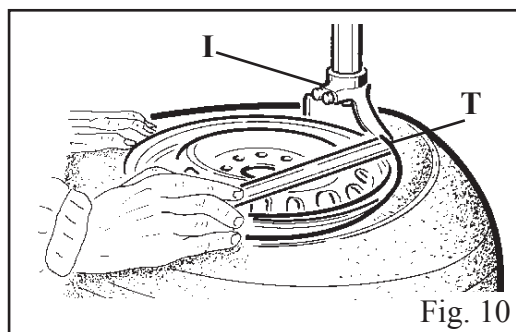

Fig. 10
- Abbassare il braccio operante (M) sino ad appoggiare l'utensile integrale (I) sul bordo del cerchio e bloccarlo con la leva (K). In questo modo abbiamo bloccato il braccio in senso verticale e spostato la torretta di circa 2 mm. dal cerchio **N.B:** per il 112 F - 112 F GT, una volta bloccato il braccio in senso verticale occorre allontanare manualmente la torretta dal cerchio (circa 2 mm.), agendo sul volantino posto nella parte sinistra del palo orizzontale.
- Con l'aiuto della leva (T), infilata fra tallone e la parte anteriore della torretta integrale (I), portare il tallone del pneumatico sopra la torretta stessa (Fig. 10) **N.B:** per evitare di danneggiare l'eventuale camera d'aria, è consigliabile fare questa operazione con la valvola circa 10 cm. a destra della torretta
- Mantenendo la leva in questa posizione, far ruotare il piatto (Y) in senso orario tenendo premuto il pedale (Z) fino alla completa fuoriuscita del pneumatico dal cerchio.